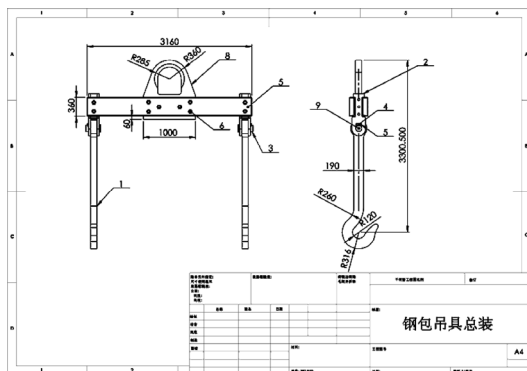

图 7-51 为视图添加尺寸标注效果
STEP 10 单击相应按钮, 为视图添加尺寸标注及零件序号, 如图 7-51 所示 (可单击“零件序号”按钮为每个零件单独添加序号)。